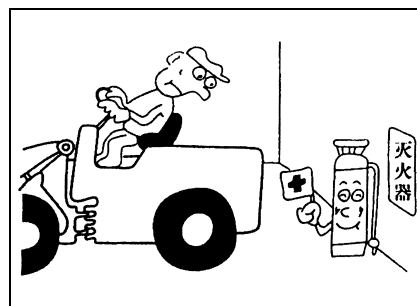

Рис. 1-98
- Если необходимо применить погрузчик в замкнутом месте, то прежде всего следует предусмотреть огнетушитель, и знать их место расположения и метод применения (рис. 1-98).